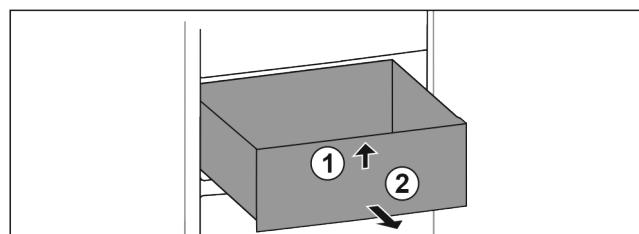

Fig. 59
- Nadzvedněte zásuvku vpředu. Fig. 59 (1)
- Vyjměte zásuvku dopředu. Fig. 59 (2)